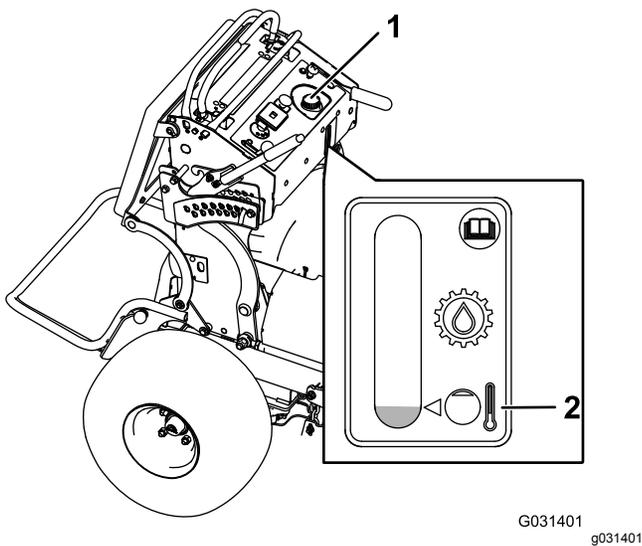

Figura 75
3. Pulite attorno al tappo e al collo del bocchettone del serbatoio idraulico (Figura 75).
4. Togliete il tappo dal collo del bocchettone (Figura 75).